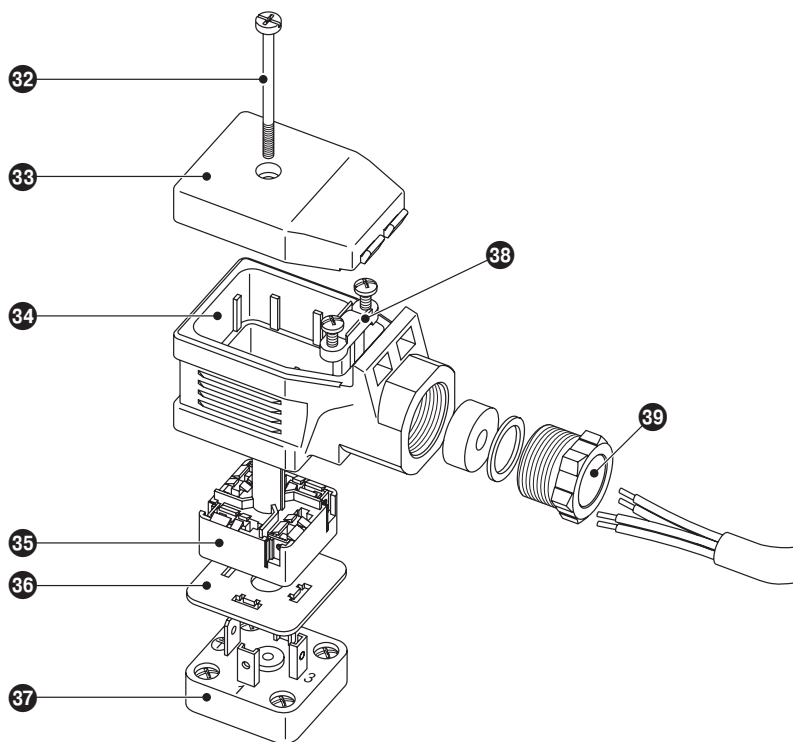

Fig. 23
1. Schroef ② losdraaien. **Fig. 23**
2. Bovendeel stekker ③ van de niveauelektrode aftrekken, afdichtingring ④ op de contactplaat ⑤ laten liggen.
3. Deksel ⑥ afnemen.
4. Aansluitplaat ⑦ uit het bovendee van de connector ⑧ drukken.
1. Schroef ⑫ losdraaien. **Fig. 23**
2. Stekkerbovendeeel ⑬ van de niveauelektrode aftrekken.